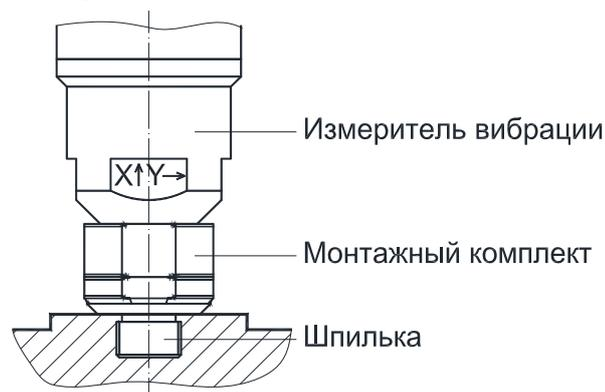

Рисунок 2
5.3.5 При использовании монтажного комплекта для установки измерителя вибрации ТИК-WS на агрегат необходимо выполнять требования монтажного чертежа рисунок 2 и п.5.3.4 данного РЭ.
- Выкрутить шпильку из вибропреобразователя (см.рис.2)